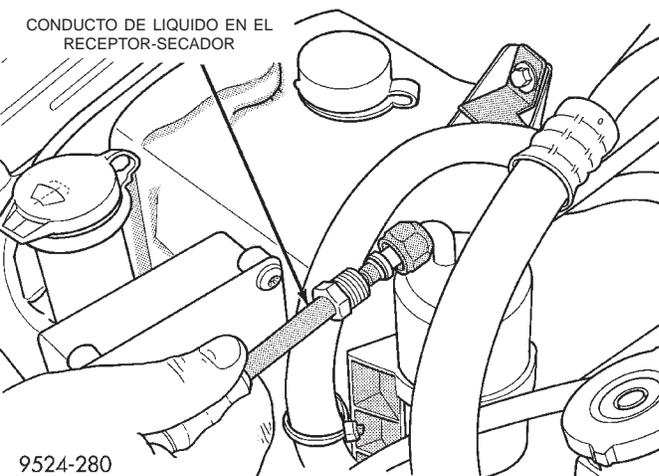

Fig. 64 Conducto de líquido en el receptor/secador
(4) Desconecte el tubo de líquido del receptor/secador (Fig. 64).
(5) Retire el tubo de líquido del vehículo.